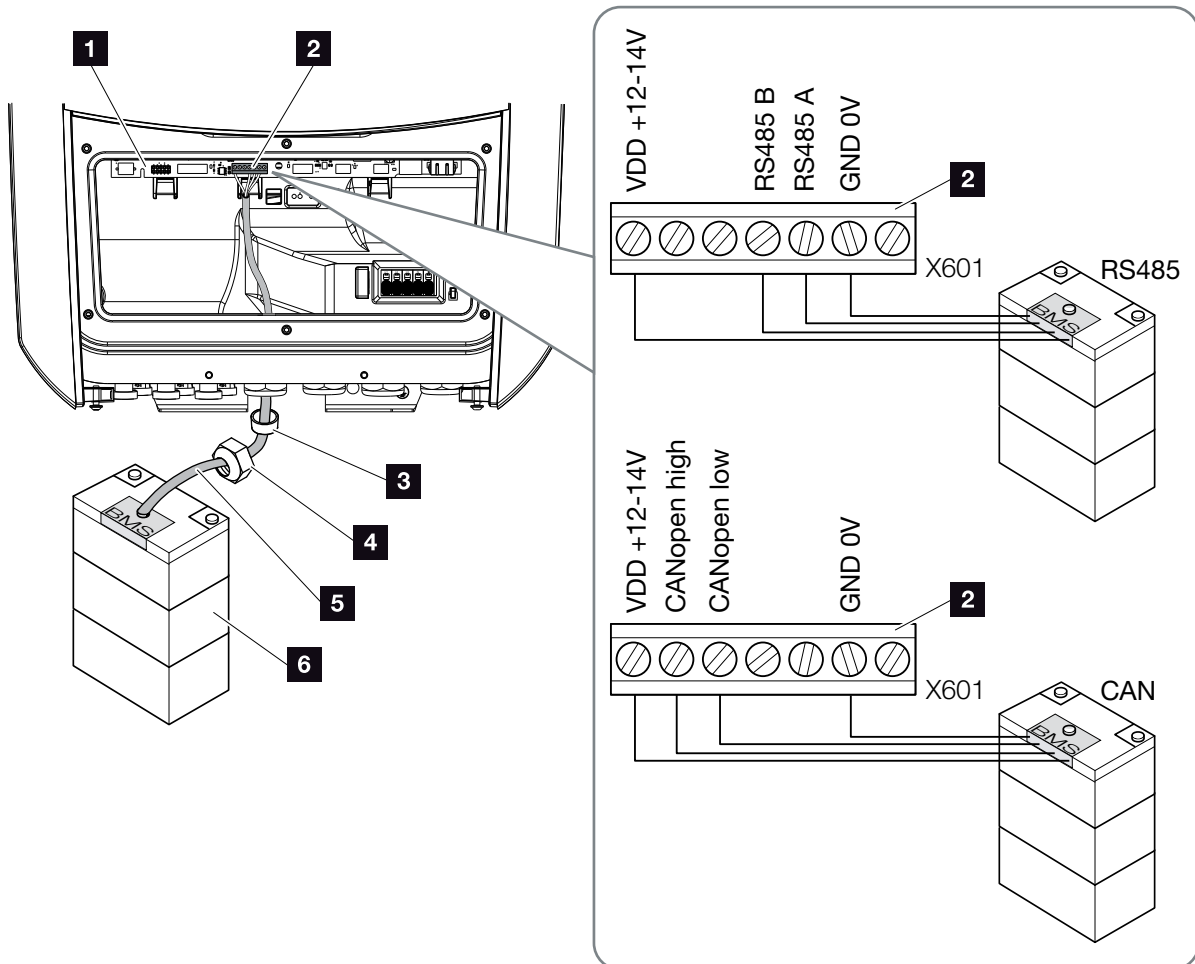

Fig. 36: Tilslutning batteri kommunikation RS485 eller CAN
3. Slut kommunikationskablet (RS485 eller CAN) til kommunikationsinterfacet for Smart Communication Board.  **Fig. 36 Pos. 2**